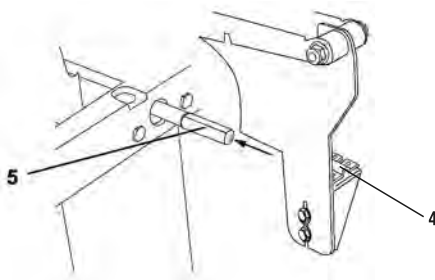

fig. 12 – montaje de la cubierta de protección
2. Con una llave Allen afloje los tornillos de traba de protección (4), fig. 12;
3. Encaje la traba de protección (4) en el vástago de la cubierta retráctil (5);
4. Apriete los tornillos de la traba de protección (4);
5. Vuelva a colocar el tornillo del vástago (1);